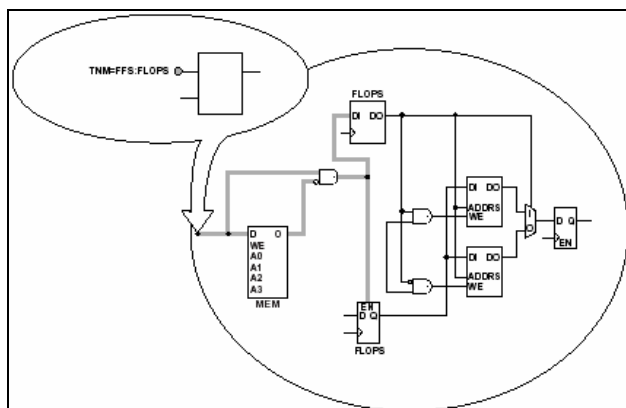

图5-14 TNM 约束附加在 Macro/Primitive 的引脚上
- (2) 当 TNM 约束加在 Macro/Primitive 的引脚上，则该引脚驱动的所有有效同步元件将被赋予该 TNM 值，如图 5-14 所示。图中 TNM=FFS:FLOPS 约束加在 Macro 的一个引脚上，于是该引脚所在路径上的所有触发器归到名为 FLOPS 的分组中。